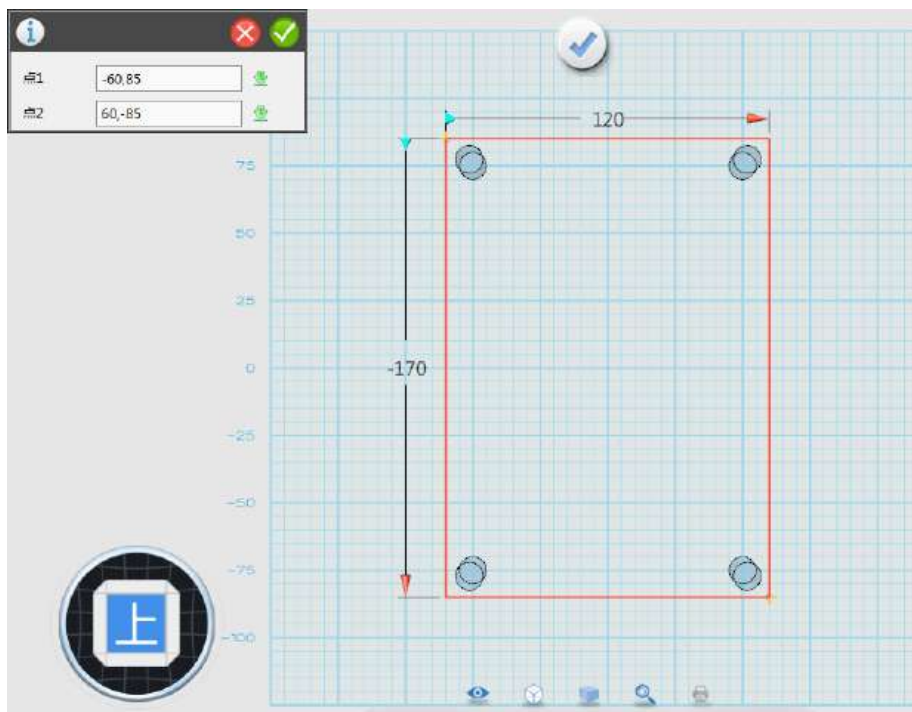

图 1-2
Step 2 选中画好的圆柱体，利用快捷键 `Ctrl+C`，进行粘贴，按照下图 1-2 所示的位置对圆柱体进行调整。